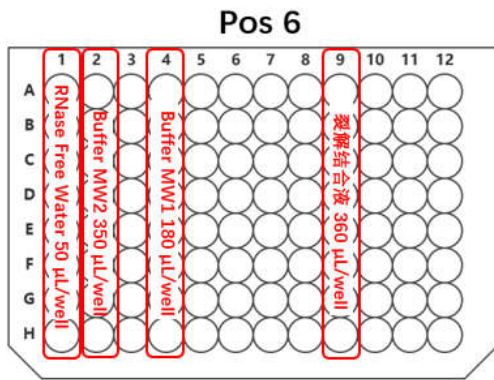

图 E-1 Pos6 加试剂示意图 (8 rxn)
4) 取出 1 块 96 孔深孔板 (MGI, 1000004644)，进行标记，不同通量流程按照 Pos6 加试剂示意图 E-1 至 E-4 加入相应试剂：